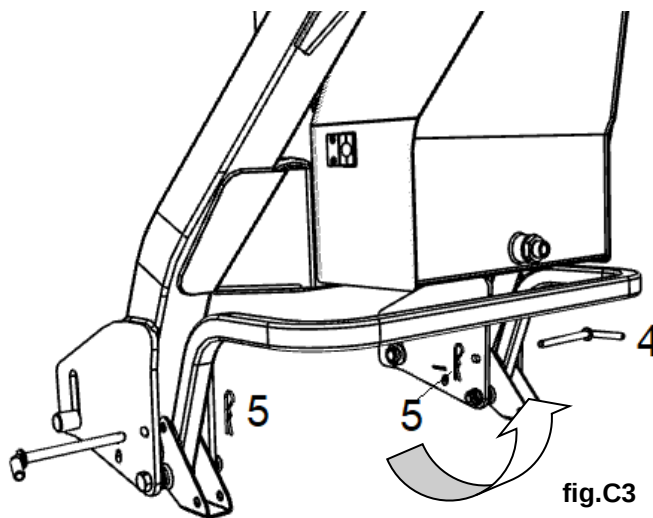

fig.C3
**Fig.C3** - Dopo l'aggancio, sollevare l'attacco del ranghinatore, mediante il sollevatore idraulico del trattore, quanto basta per spostare il piede di sostegno dalla posizione di parcheggio a quella di trasporto/lavoro.
**Fig.C3** - Per spostare il piede sarà necessario: rimuovere le coppie a R (5), estrarre i perni a maniglia (4) dalla loro sede e ruotare il piede verso l'alto nella posizione mostrata in fig.C3. Inserire i perni nei nuovi alloggiamenti e bloccarli con le rispettive coppie a R.
**Fig.C3** - After coupling, lift the bar rake hitch, by using the tractor hydraulic lift, just enough to move the support foot from the parking position to the transport/working one.
**Fig.C3** - To move the bearing foot: remove the R cotter pins (5), pull out the handle pin (4) from them seats and rotate upward the bearing foot in the position shown in fig C3. Insert the handle pins in new seats and fasten them by respective R cotter pins.